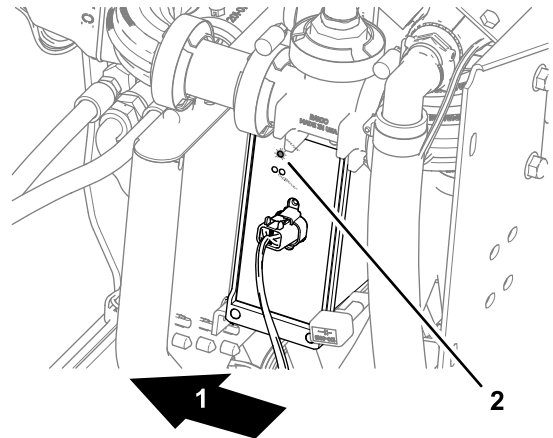

Figure 157
- Contrôleur de section automatique – le témoin d'ÉTAT s'allume (Figure 157)